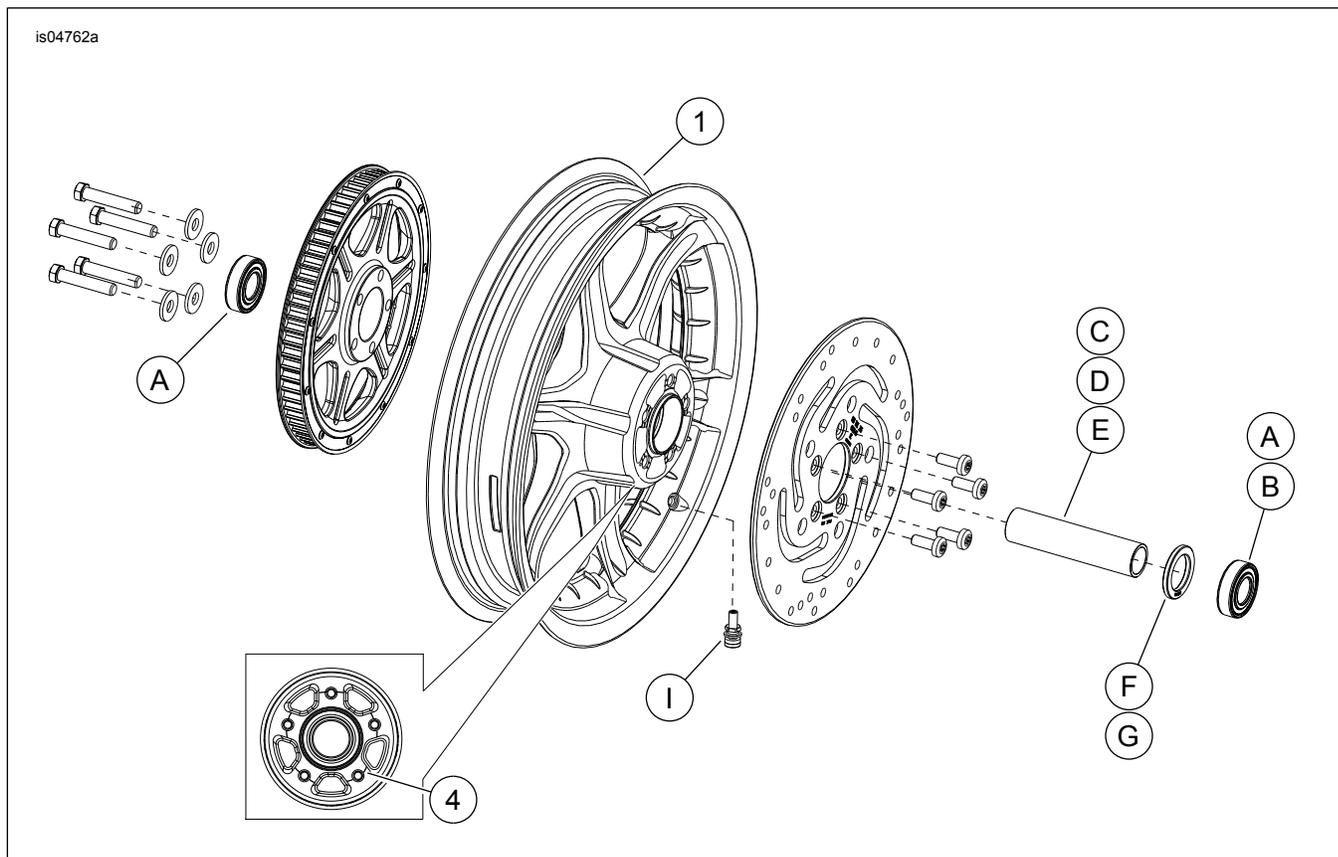

Abbildung 1. Ersatzteile: Geschlitzte Sechs-Speichen-Hinterräder (16-Zoll-Rad abgebildet)
Siehe Abbildung 1 und Ersatzteiletabellen.
2. Siehe Abbildung 1. Die Ventilschaft-Baugruppe (I) am Rad anbringen. Siehe REIFEN im Werkstatthandbuch.